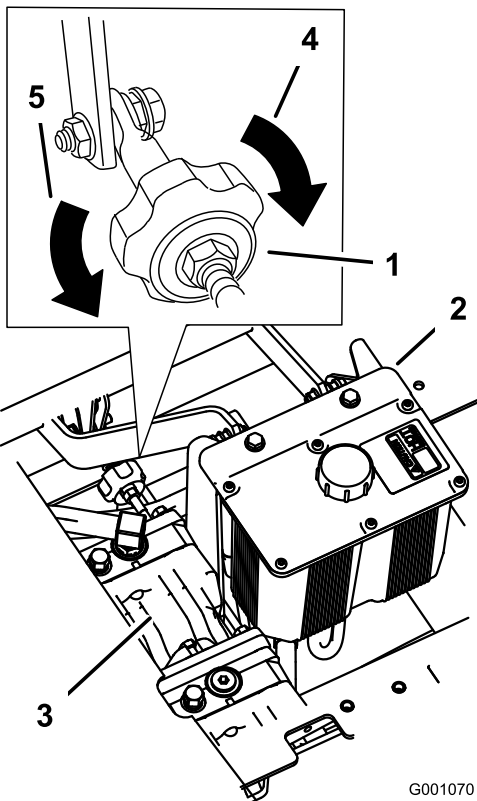

Figura 95
2. Ajuste la longitud de la varilla de la bomba girando el pomo, en el sentido apropiado, hasta que la rueda quede estacionaria o se mueva muy lentamente en marcha atrás (Figura 95).